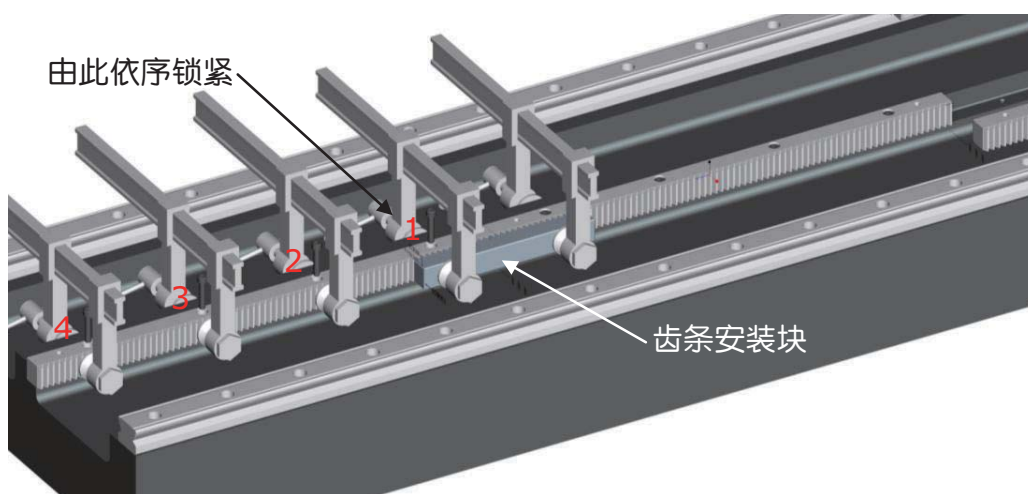

图 9
- 5.3.5 参考图 9 由离并接位置最近的第一个孔开始，依序以锁紧扭力建议值之 50% 锁固螺丝（待齿节距调整完毕后再全部锁紧）。